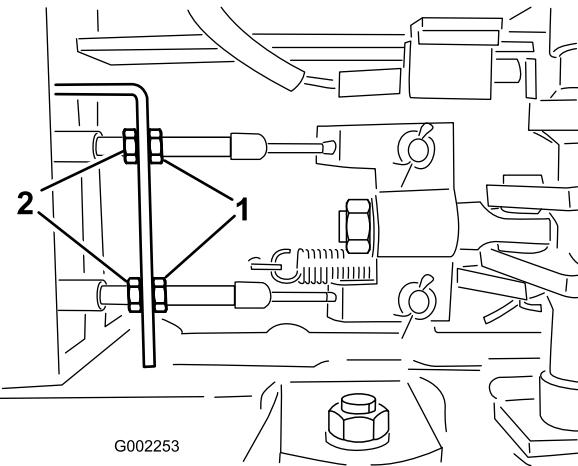

Bild 56
6. Ziehen Sie die hinteren Muttern gleichmäßig an, bis das Spiel des Bremspedals 1 bis 2 cm beträgt, bevor Sie einen Widerstand spüren (Bild 56).
unter der Vorderseite des Sprühfahrzeugs (Bild 56).